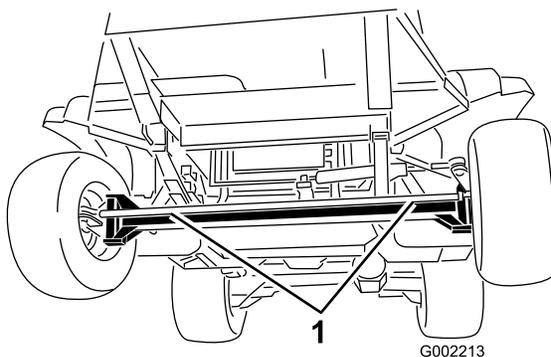
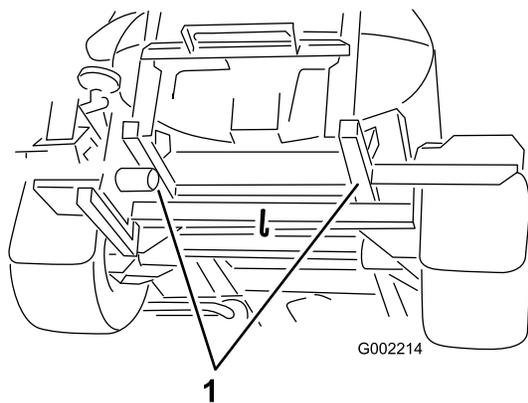

Рисунок 56
Рисунок 57
4. Прикрепите буксирный трос к раме; см. описание расположения передних и задних точек крепления для буксировки (Рисунок 56 и Рисунок 57).